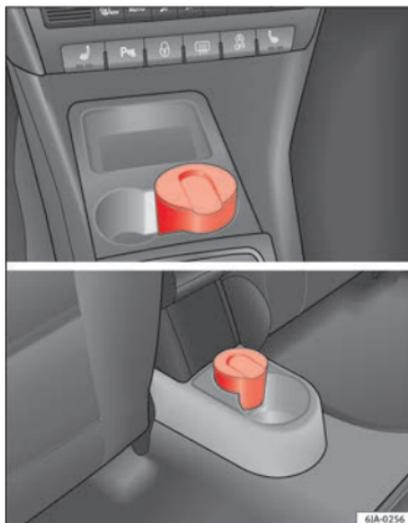

Abb. 155 Mittelkonsole: Aschenbecher vorne/ Aschenbecher hinten
- Nehmen Sie den Aschenbecher »» Abb. 155 nach oben heraus.